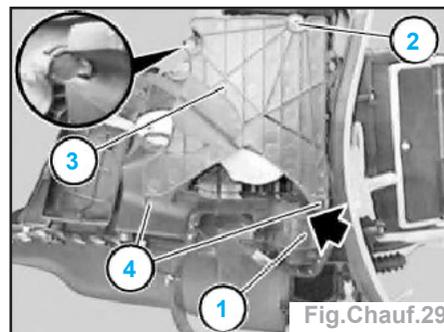

Fig. Chauff.29
- Débrancher le connecteur (2).
- Déclipser la tringle (3) de l'actionneur.
- Déverrouiller l'actionneur (1), le déposer et débrancher le connecteur (Fig. Chauff.29).
- Déposer la vis (2).
- Mettre d'abord en place les pattes (4) (Fig. Chauff.29).